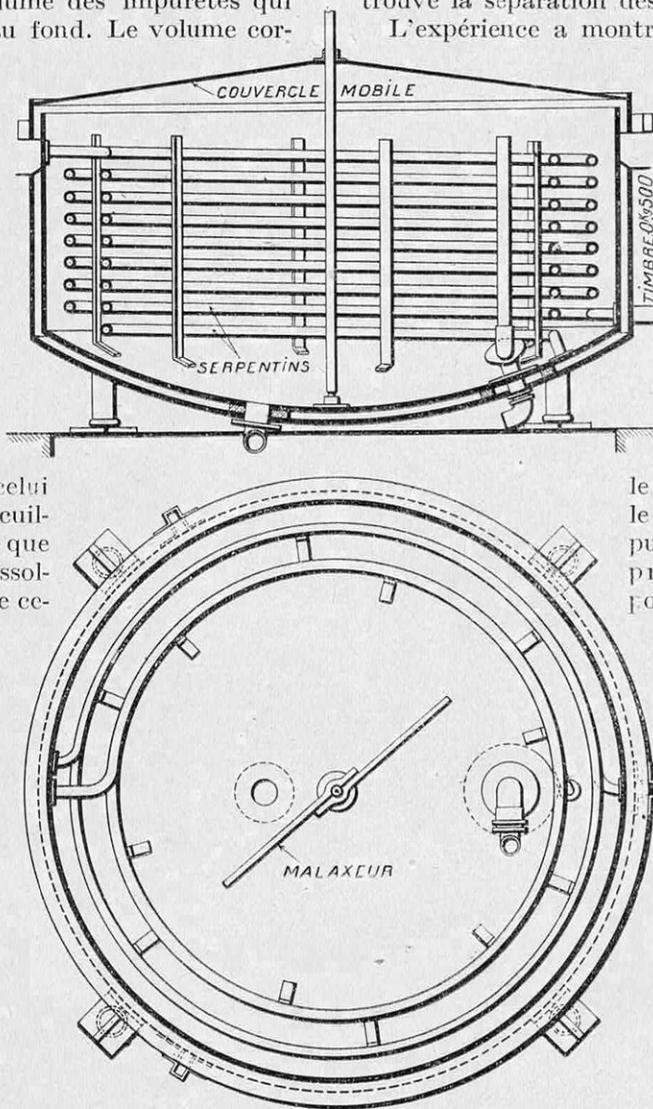

FIG. 2. — ÉLÉVATION ET PLAN D'UNE CUVE A TÉRÉBENTHINE
**Distillation.** — Sauf le cas où l'on se propose d'obtenir des pâtes de térébenthine, employées dans la fabrication des vernis, la térébenthine est soumise à la distillation. On trouve encore quelques alambics à feu nu ; ils sont de plus en plus rares : presque partout, l'alambic est chauffé à la vapeur. Des dispositifs assez nombreux sont employés ; ils ne diffèrent pas par le principe. Dans les figures 2, 3, 4, les appareils Dal-
masse à distiller. Le principe du fonctionnement est le même que celui de la cuve représentée par la figure 2.